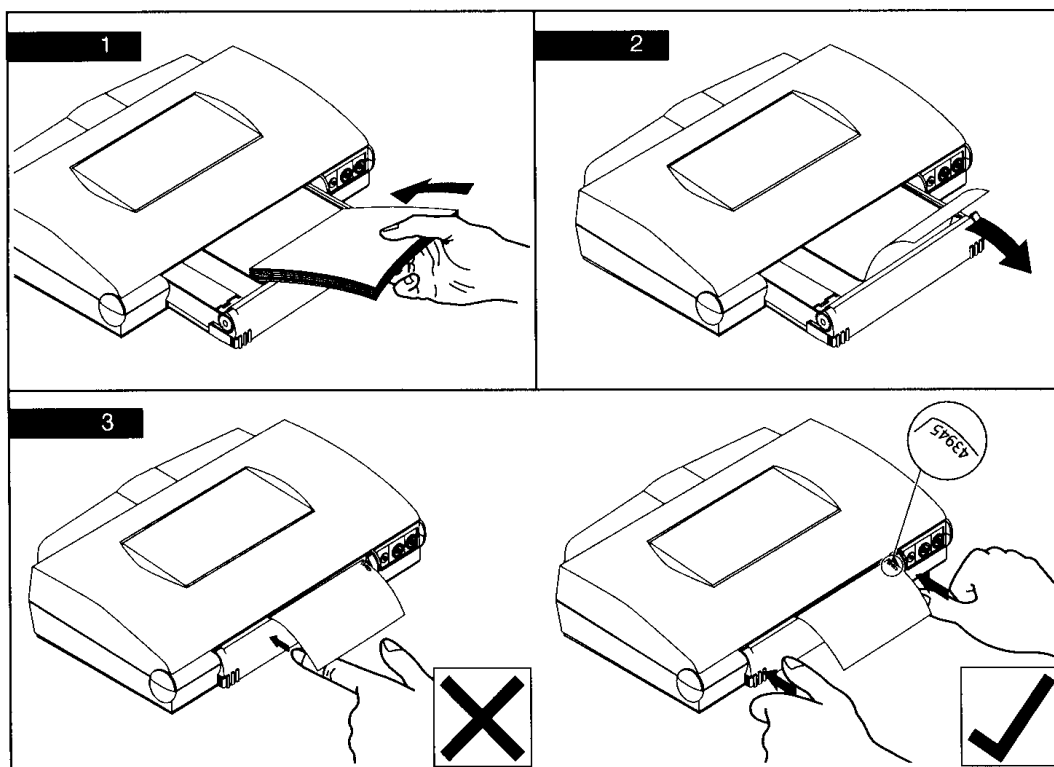

Abbildung 4 Anleitung zum Papiereinlegen
**Einlegen von Papier** Entfernen Sie die äußere Verpackungsfolie und den Deck- und Bodenkarton und legen Sie die Packung in das Fach ein. Überzeugen Sie sich, daß die vorgedruckte Numerierung der Bögen auf der rechten Seite des Stapels zu sehen sind (siehe Abb. 4). Siehe hierzu auch die im Papierfach angebrachte Anleitung; letztere sollte für zukünftigen Bedarf nicht entfernt werden.